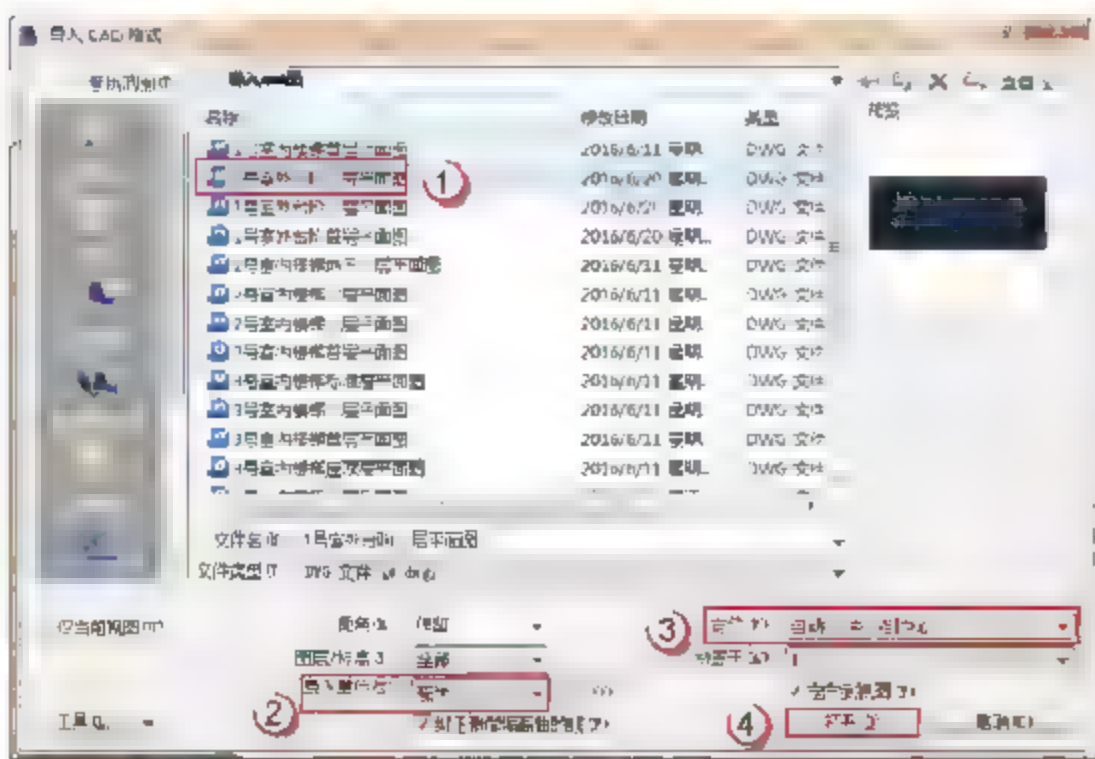
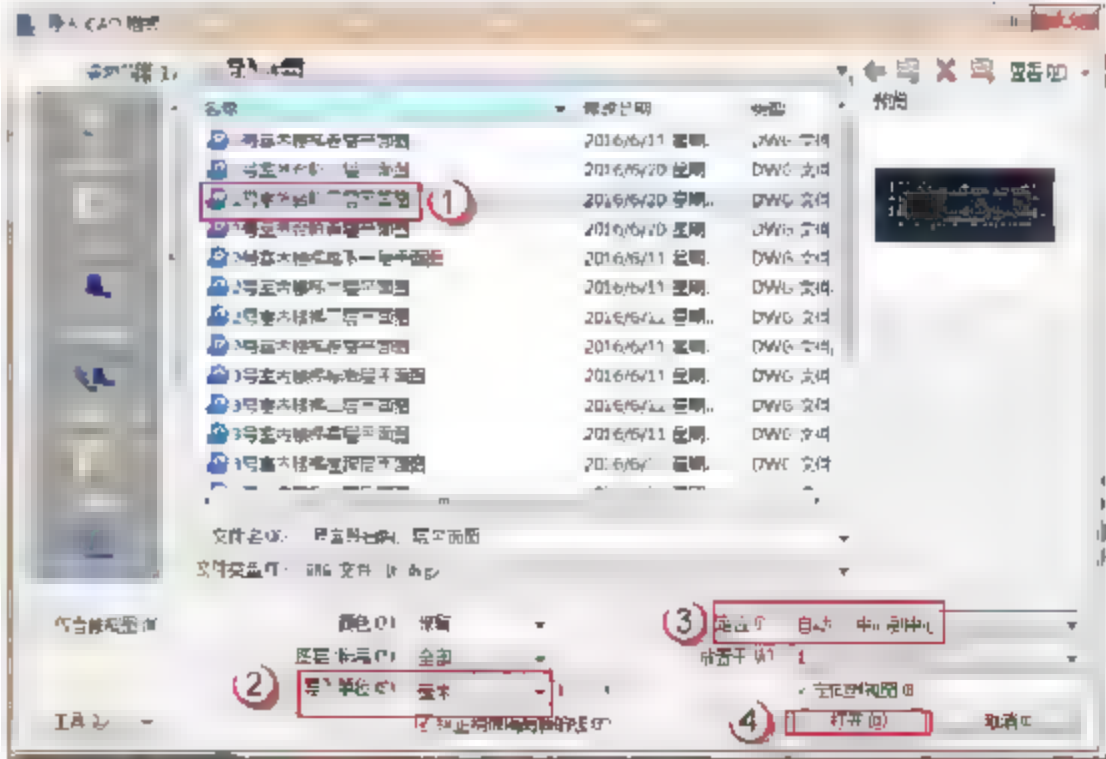

图 11.2.64 插入 1 号室外台阶二层平面图
图 11.2.65 插入 1 号室外台阶三层平面图
(2) 导入“1 号室外台阶二层平面图”CAD 底图和“1 号室外台阶三层平面图”CAD 底图。选择“插入”→“导入 CAD”命令，在弹出的对话框中选择配套资源中的“1 号室外台阶二层平面图”文件，将“导入单位”设置为“毫米”，将“定位”设置为“自动-中心到中心”，然后单击“打开”按钮，如图 11.2.64 所示。重复此步骤再导入 1 号室外台阶三层平面图”CAD 底图，如图 11.2.65 所示。